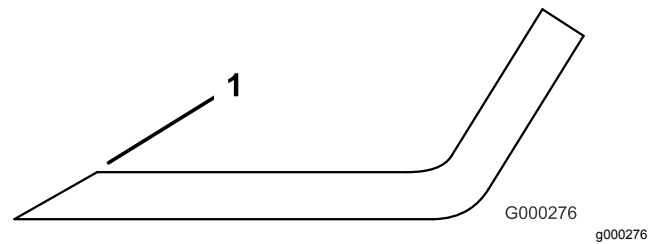

Bild 68
1. Schärfen Sie die Schnittkante an beiden Enden des Schnittmessers mit einer Feile (Bild 68). Behalten Sie den ursprünglichen Winkel bei. Das Schnittmesser behält seine Auswuchtung bei, wenn von beiden Schnittkanten die gleiche Materialmenge entfernt wird.